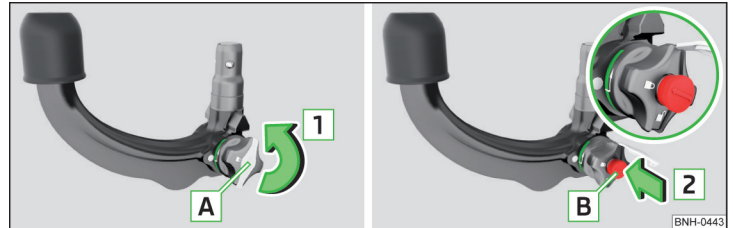

Abb. 212 Kappe vom Schloss abnehmen / Schlüssel in das Schloss stecken
- › Die Kappe **A** vom Schloss in Pfeilrichtung **1** » Abb. 212 abnehmen.